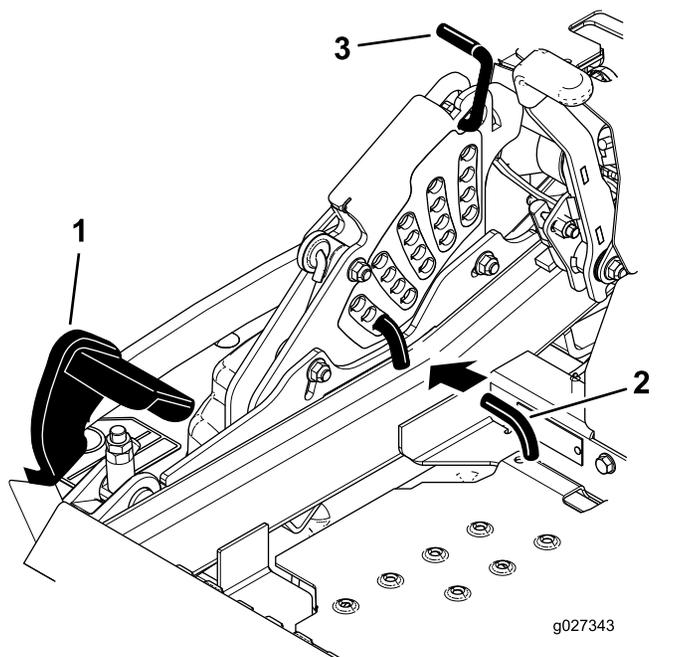

Figure 27
2. Appuyez sur la pédale de levage du tablier avec le pied et levez le tablier en position de transport (qui est aussi la position de hauteur de coupe de 140 mm [5½ po]), comme montré à la **Figure 27**.
3. Pour changer de hauteur de coupe, tournez la goupille de 90 degrés retirez-la du support de hauteur de coupe (**Figure 27**).
4. Placez la goupille dans le trou du support correspondant à la hauteur de coupe voulue (**Figure 27**).